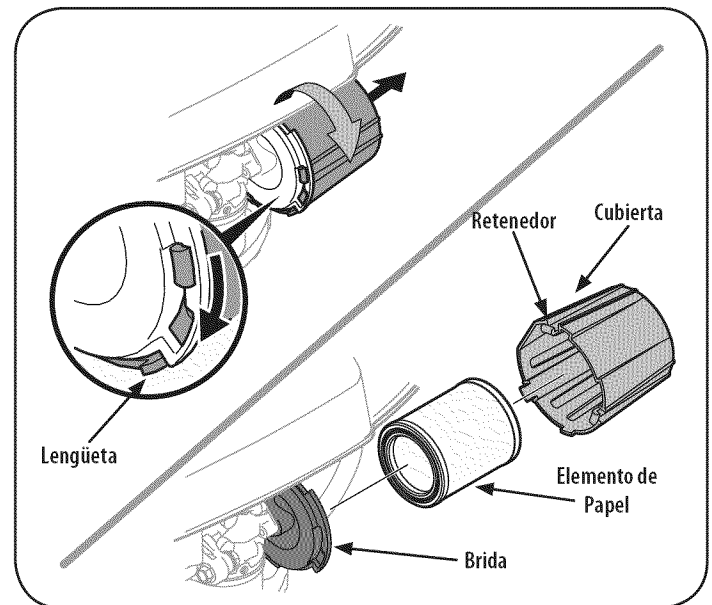

Figura 17
1. Gire la cubierta hacia la izquierda (sentido antihorario) y retírela y el elemento de papel de la brida. Vea la Figura 17.